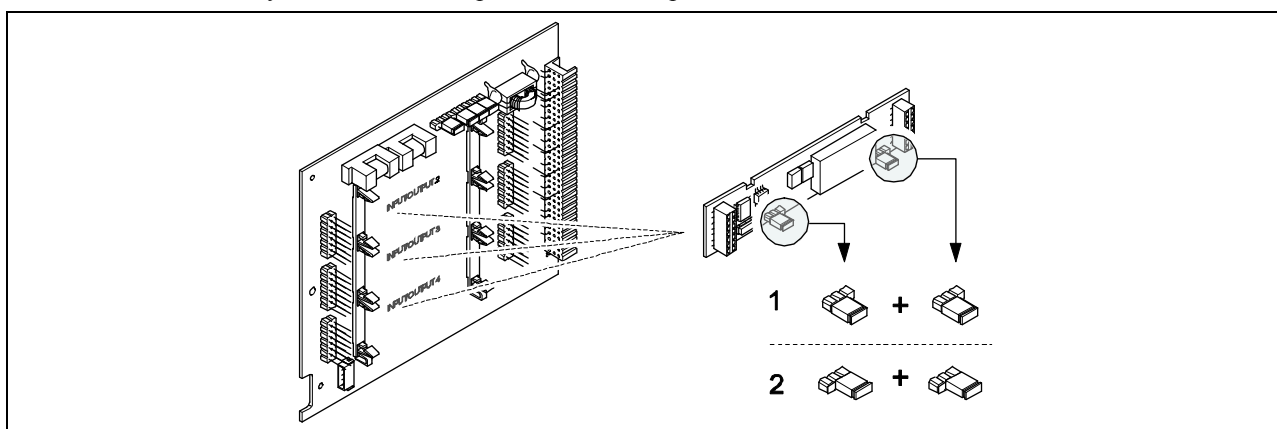

Рис. 49: Конфигурирование релейных контактов (NC/NO) для модульной платы с гибкой структурой модулей.
3. Установите перемычки → см.рис. 49,50